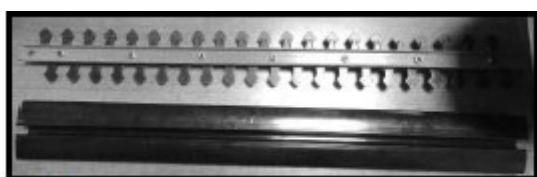

Рис.9
- Перед включением кустореза необходимо установить аккумулятор согласно п.6.3 инструкции и снять защитный чехол (2) с пильного полотна (1) Рис.1 и Рис.9.